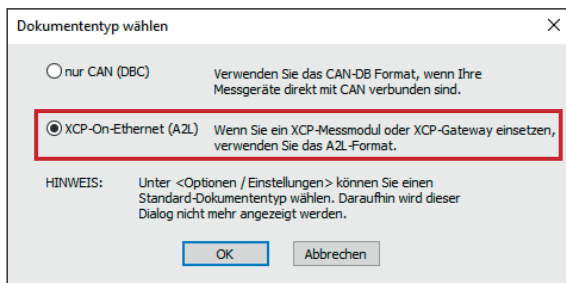

Abb. 6-11: Dialog **Dokumententyp wählen**, Option **XCP-On-Ethernet (A2L)** ausgewählt
- ⇒ Der Dialog **Dokumententyp wählen** (Abb. 6-11) öffnet sich.